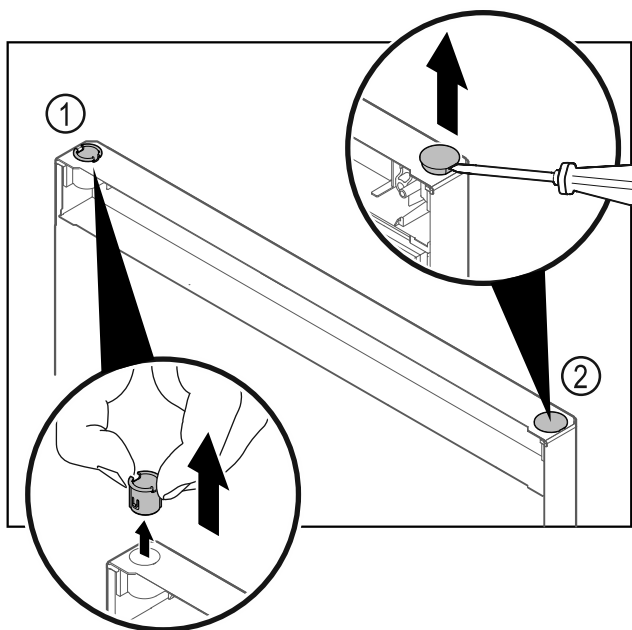

Fig. 27
- Extrageți buclă balamalei Fig. 27 (1) cu degetele.
- Ridicați dopul de acoperire Fig. 27 (2) cu precauție cu o șurubelniță dreaptă și extrageți-l.